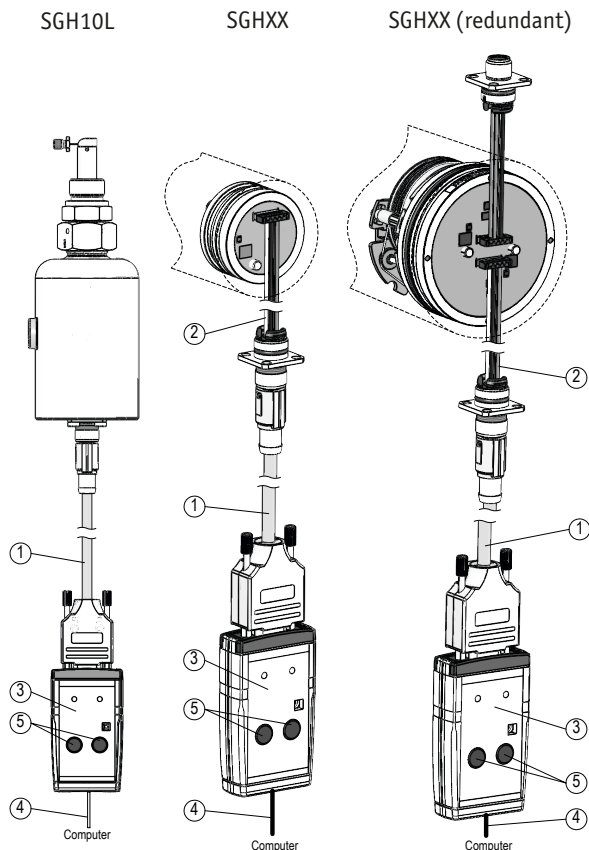

Abb. 1: Anschluss im verbauten Zustand mit KV1H oder am SGH10L mit Programmierkabel M12
Die Parametrierung des Seilzuggebers erfolgt über eines der mitgelieferten Programmierkabel ① (M12). Das Programmierkabel ① wird über die Kabelverlängerung KV1H ② mit dem SGHXX verbunden (siehe **Abb. 1**). Hierbei nur die dem Geber entsprechende Ausführung verwenden.